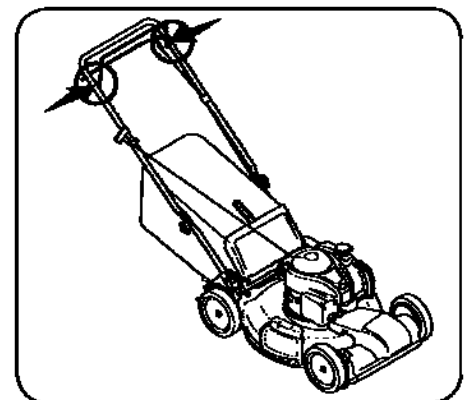

Рис. 18
Смажьте опорные точки планок управления ножом и движением, по крайней мере, один раз в сезон с легкой смазкой. Планка должна свободно перемещаться в обоих направлениях. См. Рисунок 18.
5. Смажьте коленчатый вал и внутреннюю поверхность адаптера ножа легким маслом. Установите адаптер ножа на коленчатый вал двигателя. Поместите нож на адаптер так, чтобы поверхность ножа с пометкой "Bottom" (или с номером детали) находилась к земле при рабочем положении косилки. Убедитесь, что нож совместился и установился на фланцах адаптера. См. вставку Рисунок 18.